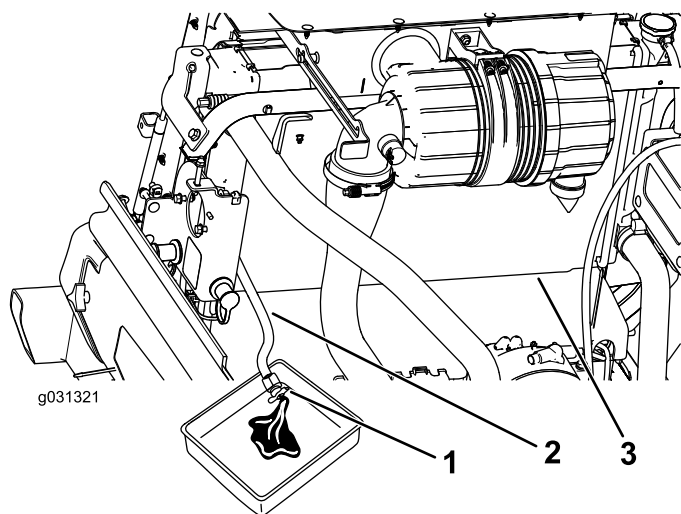

Figure 123
3. Placez le flexible de vidange du radiateur dans un bac de vidange, ouvrez le robinet de vidange sur le flexible de radiateur et vidangez le liquide dans le bac (Figure 123).
- 4. Fermez le robinet de vidange sur le flexible de vidange (Figure 123).